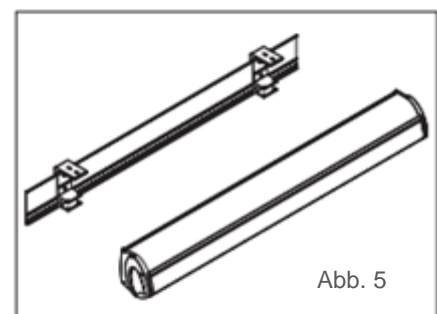

Abb. 5
- Montage an die Wand (Abb. 5). In diesem Falle werden die speziellen Deck Konsolen ausgenutzt. Bei Bestimmung von Platzierung der einzelnen Punkte von der Verankerung nehmen Sie auch in Kauf die Lagen der Wandhalter in Verbindung mit dem Abstand zu den Kippmechanismen der Arme !